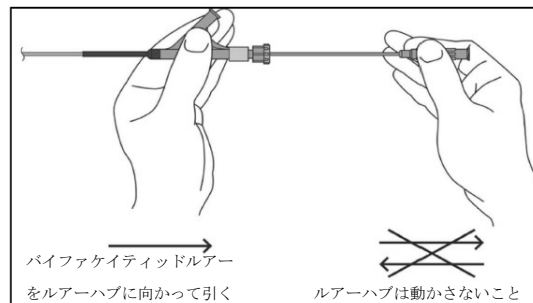

図3
2. ルアーハブの位置を固定したまま、バイファケイティッドルーアーをルーアーハブの方へ引いてstentの展開を開始する(図3)。